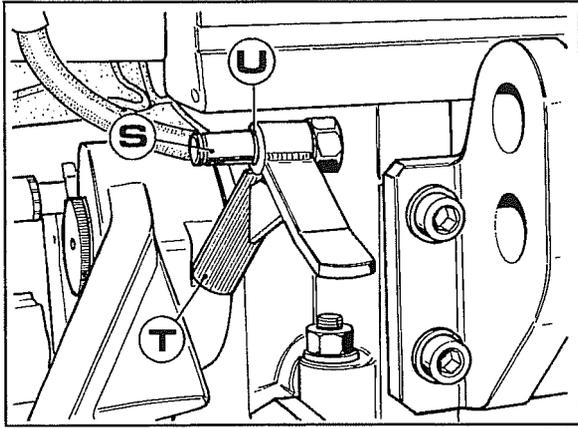

Abb. 35
2. Den Bolzen **S** Abb. 35 losdrehen, der in dem bereits vorhandenen Loch auf dem Gehäuse des Kraftheber steckt.
3. Das Gestänge **T** montieren und mit dem Seegerring **U** Abb. 35 befestigen.